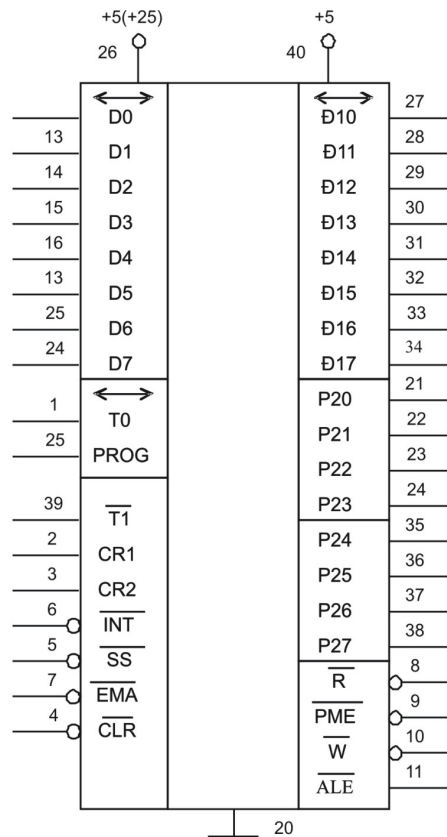

Рис. 3 Позначення МК48 на схемі
64 (128) комірки ОЗП розбиті на два **банки BS0, BS1** регістрів загального призначення (РЗП) з адресами **00-7 та 24-31** по вісім регістрів в кожному (8x8, рис. 3).
ОМЕОМ має 27 ліній вводу-виводу, 24 з яких об’єднані в три 8-розрядних канали **P2, P1, P0** (рис. 3).